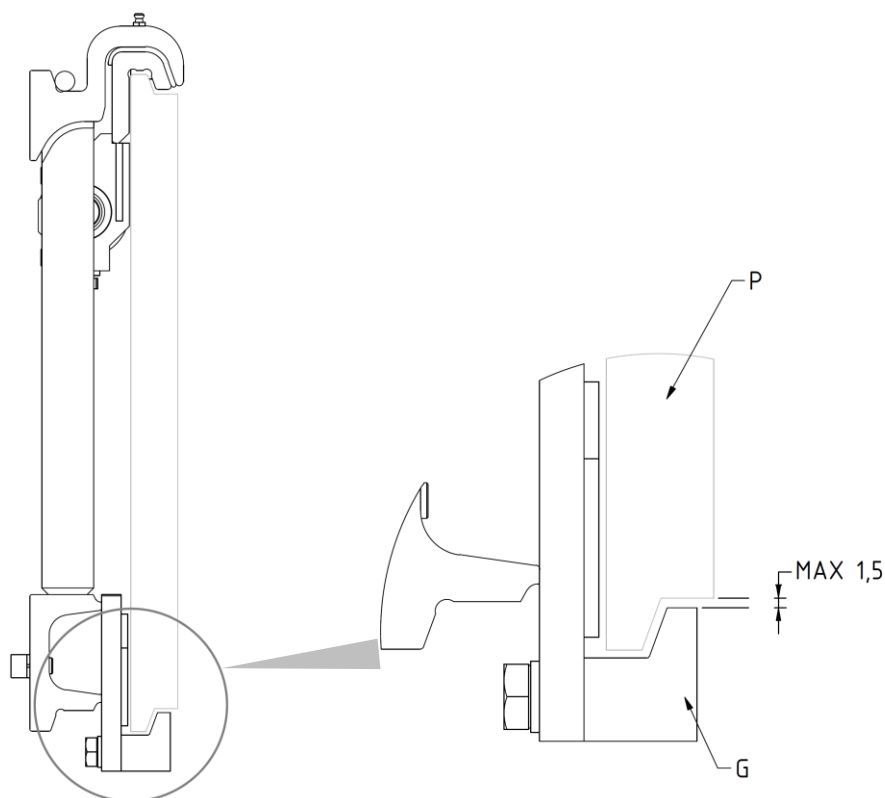
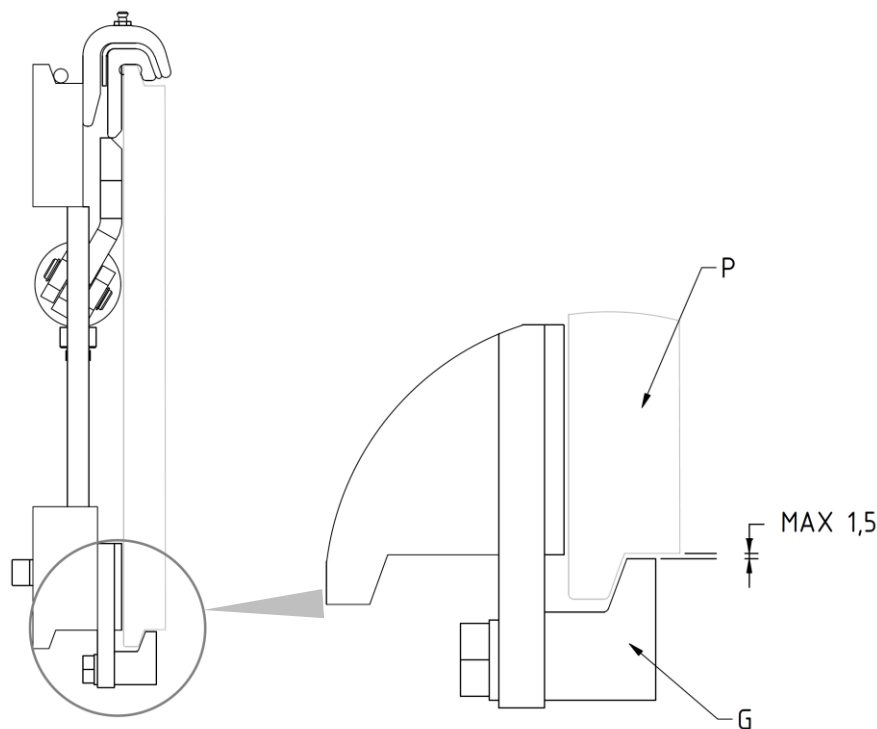

Figura 10
Figura 15
8. Riavvitare i 2 ganci inferiori **G** in modo che il corpo di questi rimanga agganciato anche inferiormente alla piastra porta forche **P** (con gioco max. 1,5mm, vedi *Figura 10*), serrando con coppia di serraggio indicata nella *Tabella 4*.
9. Riavvitare i 2 ganci inferiori **G** in modo che il corpo di questi rimanga agganciato anche inferiormente alla piastra porta forche **P** (con gioco max. 1,5mm, vedi *Figura 15*), serrando con coppia di serraggio indicata nella *Tabella 5*.
3. Controllare il gioco fra la parte inferiore della piastra porta forche e i ganci inferiori dell'attrezzatura, verificando che sia come indicato in *Figura 6* (pag. 11), in *Figura 10* (pag. 14) e in *Figura 15* (pag. 17) ed, eventualmente, intervenire sul serraggio delle viti che li sorreggono.